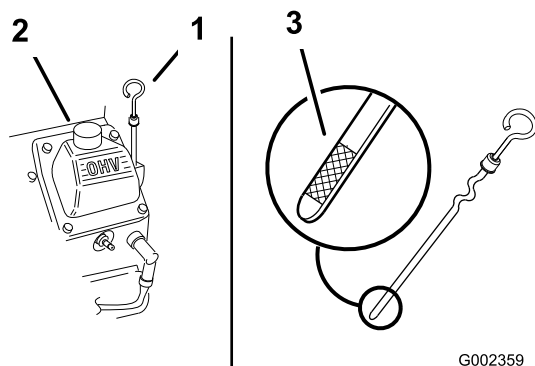

Figura 16
2. Pulite attorno all'asta di livello (Figura 16) in modo che la morchia non possa penetrare nel foro di rifornimento e danneggiare il motore.
3. Togliete l'asta di livello, asciugatela e reinsertela a fondo (Figura 16).
Il livello dell'olio deve raggiungere la tacca di pieno sull'estremità metallica dell'asta (Figura 16).